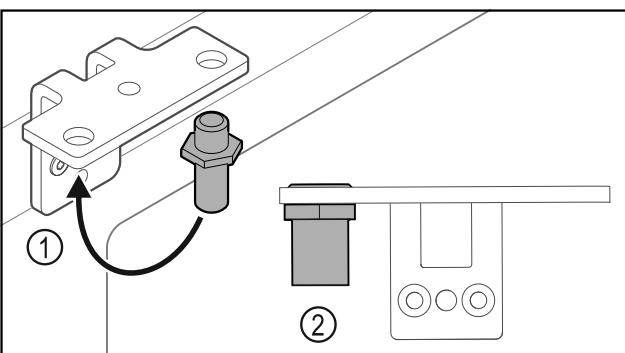

Fig. 33
- Premjestite svornjake Fig. 33 (1) u kutnim šarkama.
- Pritegnite svornjake Fig. 33 (2) **okretnim momentom od 12 Nm**.